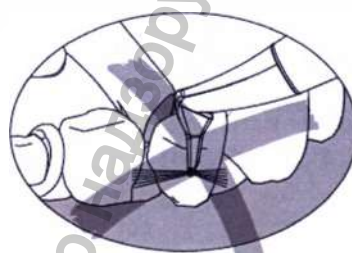

Рис.16
5. Извлеките носик из кармана и повторите действие в следующем кармане (рис.16).